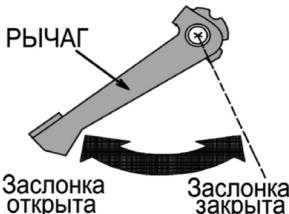

Рис. 8 Рычаг управления воздушной заслонкой карбюратора
- Закройте воздушную заслонку карбюратора. Для этого рычаг управления воздушной заслонкой (Рис. 8) установите в крайнее правое положение.